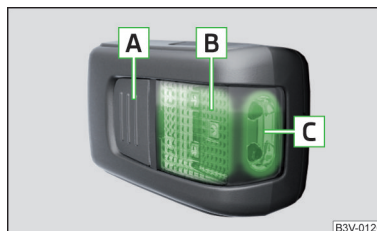

Fig. 154
Descrierea lămpii » fig. 154
- » Pentru **aprinderea** lămpii scoase, apăsați butonul **A** » fig. 154. Printr-o nouă apăsare, lampa se **stinge**.
Dacă lampa nu este stinsă și așezată corect în suport, lămpile LED din partea din față a lămpii **C** » fig. 154 se sting automat.